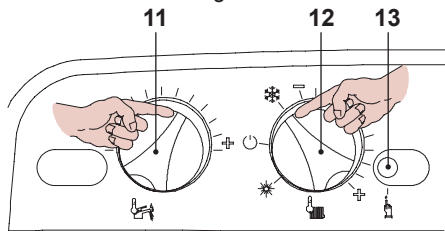

Fig. 7.9
- Posizionare la manopola di regolazione temperatura sanitari 11, e il selettore di funzione 12 come in Fig. 7.9.
- Per settare la pressione di accensione del bruciatore bisogna entrare in programmazione premendo per 15 secondi il pulsante di ripristino 13 in Fig. 7.9 fino alla comparsa del parametro **P01** sul display LCD; sul display LCD compare la seguente visualizzazione (la sequenza **P01** si alterna ---).
- Premere il pulsante di ripristino 13 in Fig. 7.9 per lo scorrimento dei vari parametri sino al raggiungimento del parametro **P14** valido per il settaggio della pressione d'accensione del bruciatore; sul display LCD compare la seguente visualizzazione (la sequenza **P14** si alterna al valore **135**).
- Per cambiare il settaggio ruotare la manopola regolazione temperatura sanitari 11 in Fig. 7.9 e posizionarla nella posizione pre-scelta.